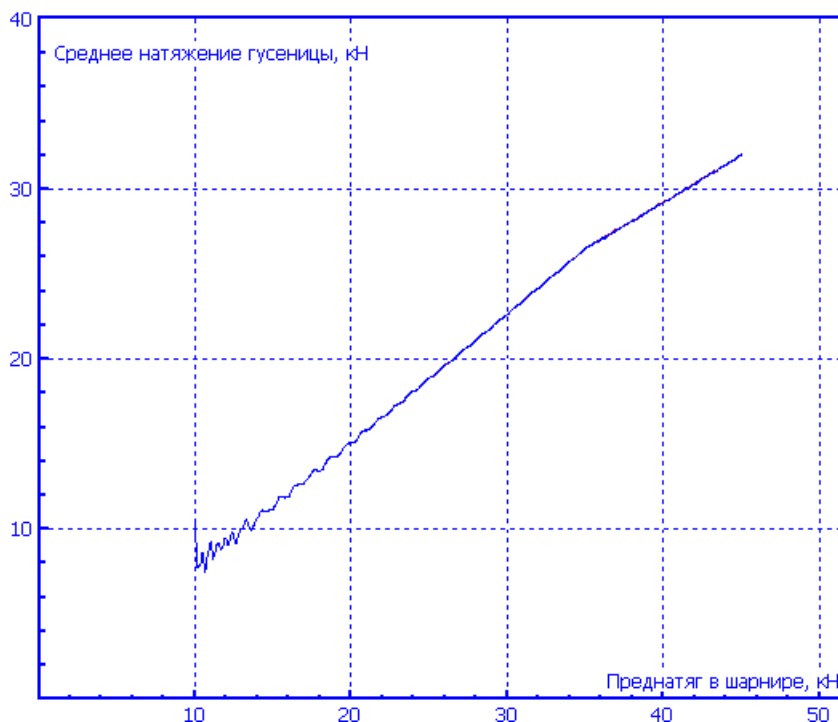

Рис. 48 Зависимость среднего натяжения гусеницы от преднатяга в шарнире
Обсудим основной результат теста – зависимость среднего натяжения гусеницы (среднее арифметическое значения растягивающих усилий в резинометаллических шарнирах) от величины преднатяга, рис. 48. Зависимость имеет два линейных участка: до значений преднатяга примерно 35 кН натяжение линейно растёт. При значении 35 кН имеется перелом характеристики, соответствующий достижению усилия в натяжном устройстве критического значения преднатяга пружины этого устройства (в нашем
5) Теперь с помощью графика на рис. 48 можно установить значения преднатяга в резинометаллическом шарнире, реализующего желаемое значение натяжения гусеницы. Пусть необходимо установить натяжение гусеницы 20 кН. Тогда из графика следует, что для этого надо задать значение преднатяга примерно 26.6 кН.